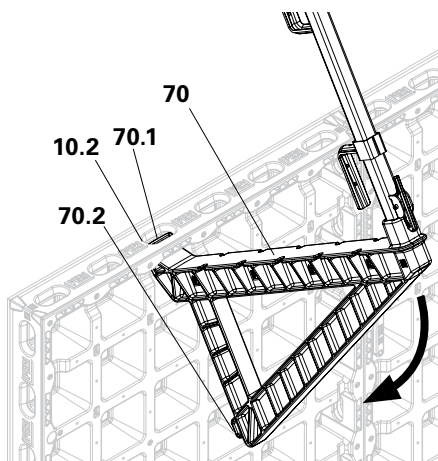

Fig. B4.02a
2. Inserire il dente superiore (70.1) della mensola nel foro per connettore (10.2) del pannello. (Fig. B4.02a)
3. Spingere la mensola verso il basso finché il dente inferiore (70.2) non si innesta nel telaio del pannello. (Fig. B4.02a + B4.02b)